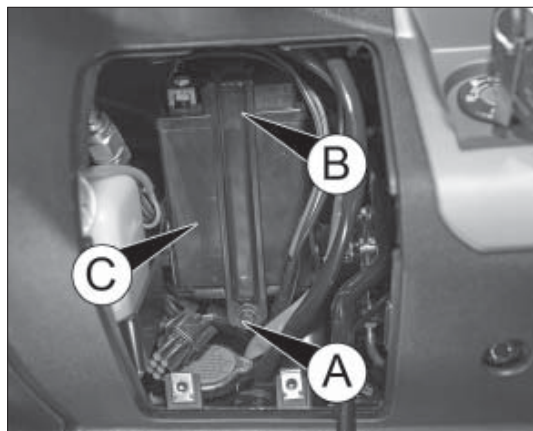

fig. 9
- desatornille el tornillo A fig. 9 y quite la brida B, luego extraiga la batería C de su alojamiento;